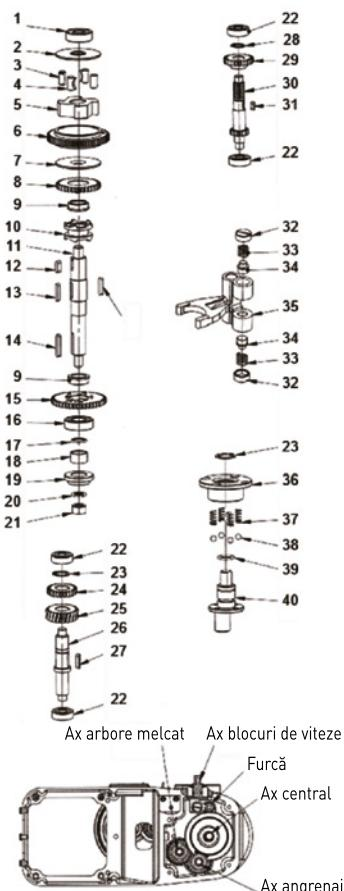

Figura 2: Ansamblu angrenaj
- Ansamblul angrenajului (Figura 2);
Lista pieselor mașinii din Figura 2